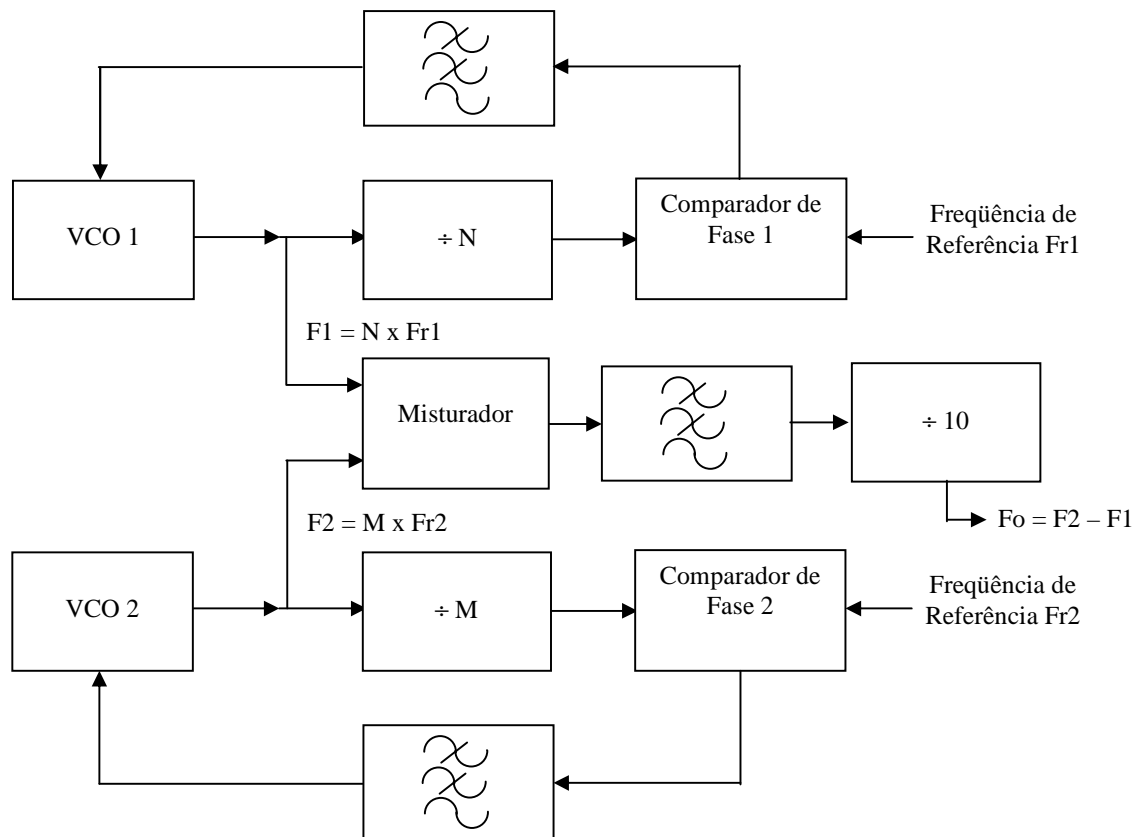

Figura 2
O diagrama em blocos do sistema com o novo algoritmo é apresentado na Figura 2. Para se conseguirem tempos de 'lock' curtos e baixo ruído na saída, é necessário que se use frequências de referência substancialmente altas. Se pusermos  $Fr1 = 99,9\text{kHz}$  e  $Fr2 = 100\text{kHz}$  na Figura 2, podemos reescrever a equação (I) como: